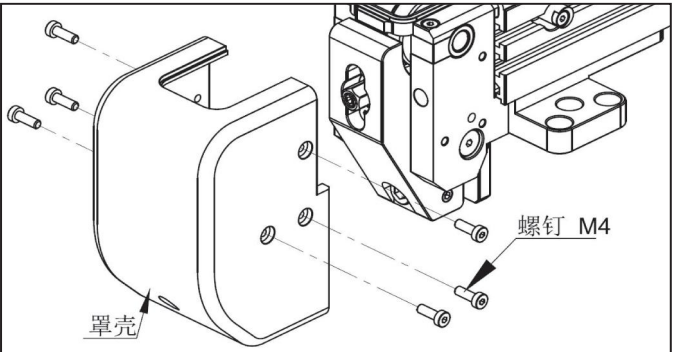

图 9-4
- (4) 如图 9-4,拆下罩壳两侧 6 个 M4 螺钉,取下罩壳。